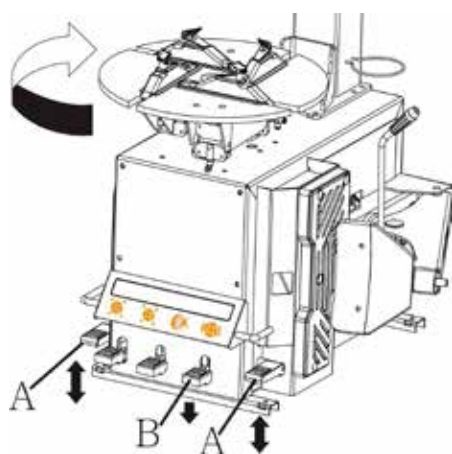

Fig.9
Test de fonctionnement: Après l'alimentation connectée, appuyez sur la pédale A (Fig.9), le plateau doit tourner dans le sens horaire. Ce test est très important.
•Le graisseur 1 est utilisée pour ajouter une certaine quantité de lubrifiant dans l'air pour les pièces mobiles dans le cylindre et le régulateur. Appuyer sur la pédale B (comme fig.9), 3 ~ 5 fois, le niveau de lubrifiant va baisser dans la tasse dans le régulateur. Si cela ne se produit pas, la vis de réglage 6 peut être ajustée.